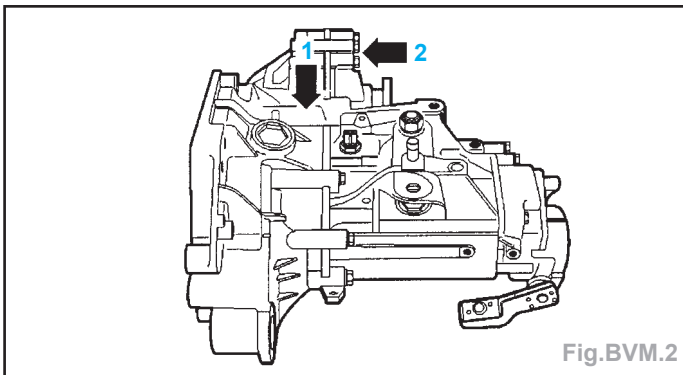

Fig.BVM.2
- Lettres-repères et date de fabrication de la boîte de vitesses (flèche 1) (Fig.BVM.2), jusqu'à 07/99.
- BV mécanique 02K (flèche 2) (Fig.BVM.2).